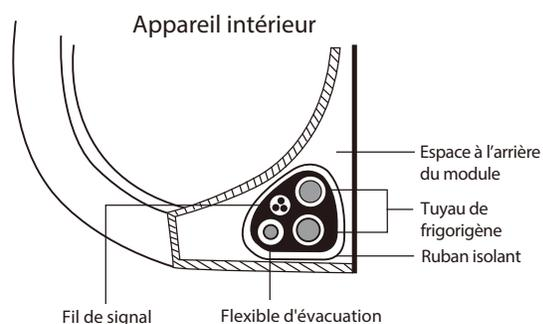

Fig. 21 — Regroupement du flexible d'évacuation, de la tuyauterie de frigorigène et du câble de signal
**REMARQUES:** Pour connaître l'orientation appropriée de la tuyauterie de frigorigène, des câbles électriques et des conduites d'évacuation, voir Fig. 21.